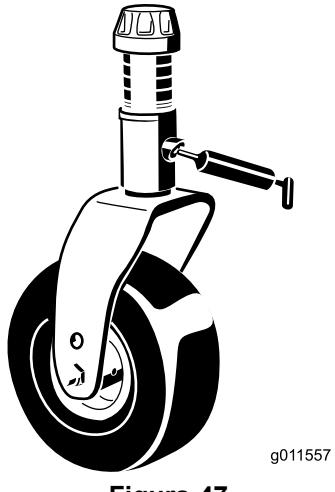

Figura 47
- Boccola (1) dell'asse della forcella della ruota orientabile (Figura 47)
- Boccole del perno del braccio di rinvio (1) (situate sotto il braccio di rinvio)